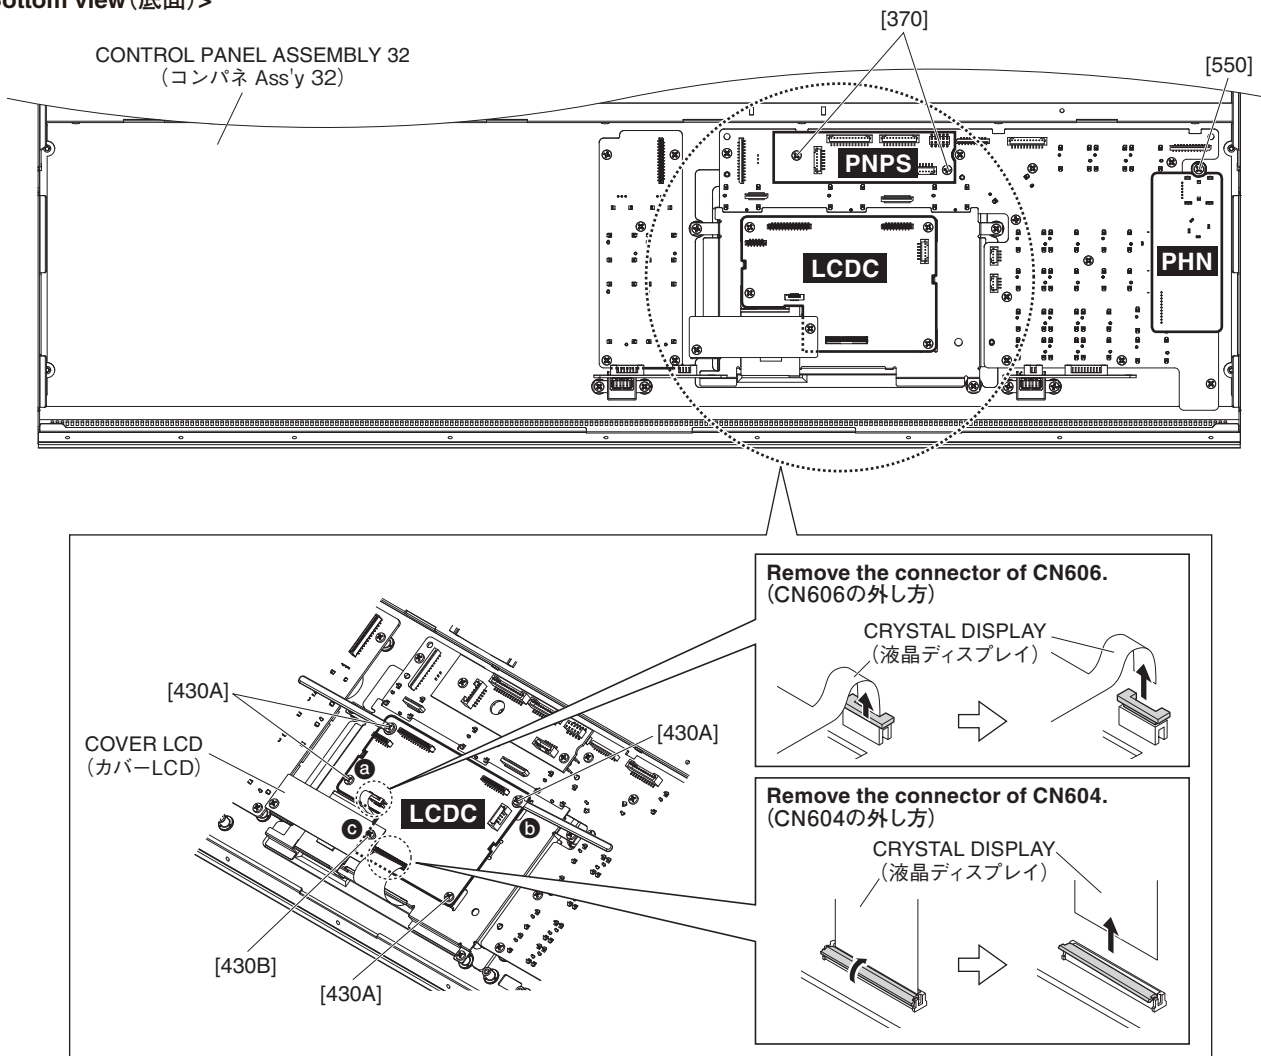

Fig. 14 (図14)
- B-1-3 Remove the four (4) screws marked [430A] and the screw marked [430B]. The LCDC circuit board can then be removed. (Fig. 14)
- * See Fig. 14 for how to remove the connector from CN604 and CN606.
- * When installing the LCDC circuit board, tighten the screws marked [430A] and [430B] in the order a → c to c shown in Fig. 14 in numerical order and then tighten the other screws.
- B-1-3 [430A]のネジ4本と[430B]のネジ1本を外して、LCDCシートを外します。(図14)
- ※ CN604とCN606のコネクタの外し方は、図14を参照してください。
- ※ LCDCシートを取り付ける際は、図14に示す a → c の順に[430A]と[430B]のネジを締めてから他のネジを締めてください。
- B-3-4 Remove the screw marked [550]. The PHN circuit board can then be removed. (Fig. 14)
- B-4-3 Remove the two (2) screws marked [370]. The PNPS circuit board can then be removed. (Fig. 14)
- B-3-4 [550] のネジ 1 本を外して、PHN シートを外します。(図 14)
- B-4-3 [370] のネジ 2 本を外して、PNPS シートを外します。(図 14)